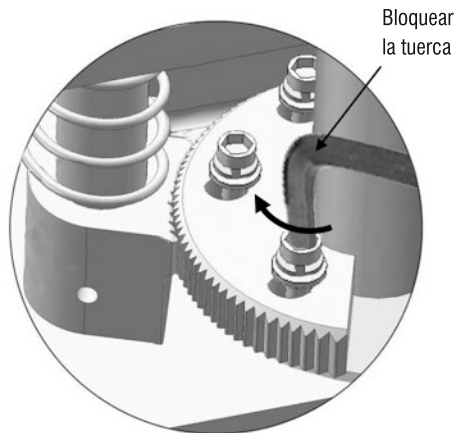

Fig. 31
4. Ajuste el engranaje de la luna y el bloqueo del brazo para que se engranen, luego apriete la tuerca del bloqueo del brazo (Vea la Fig. 31).